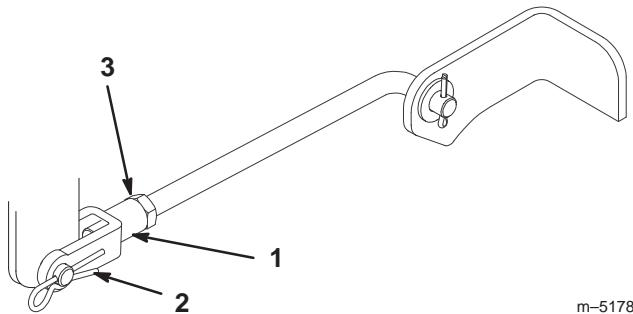

Bild 42
- Entfernen Sie zum Einstellen der Schnittmesserneigung von vorne nach hinten den Splint von den vorderen Drehzapfenjochs und lockern die Klemmmuttern (Bild 42).
8. Drehen Sie zum Verändern der Einstellung die Jochs an den Stangen (Bild 42). Ziehen Sie zum Anheben der Vorderseite des Schneidwerks die Jochs fest (Verkürzen der Stangen). Lockern Sie zum Absenken der Vorderseite des Schneidwerks die Jochs (Verlängern der Stangen).